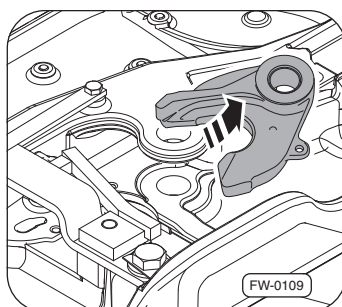

Fig. 33 · Démontez la pièce de verrouillage
7. Retirer la pièce de verrouillage ⇒Fig. 33, –flèche–.